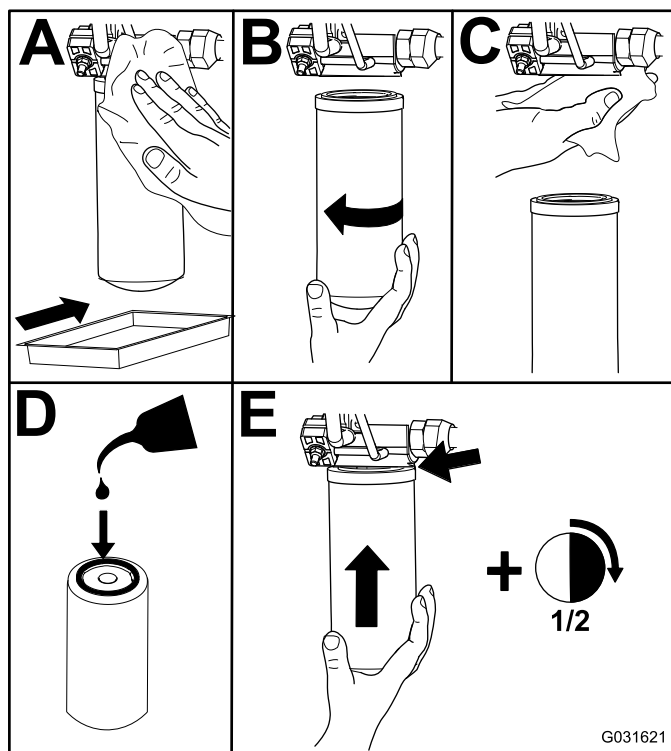

Figure 117
2. Remplacez les filtres hydrauliques (Figure 117).